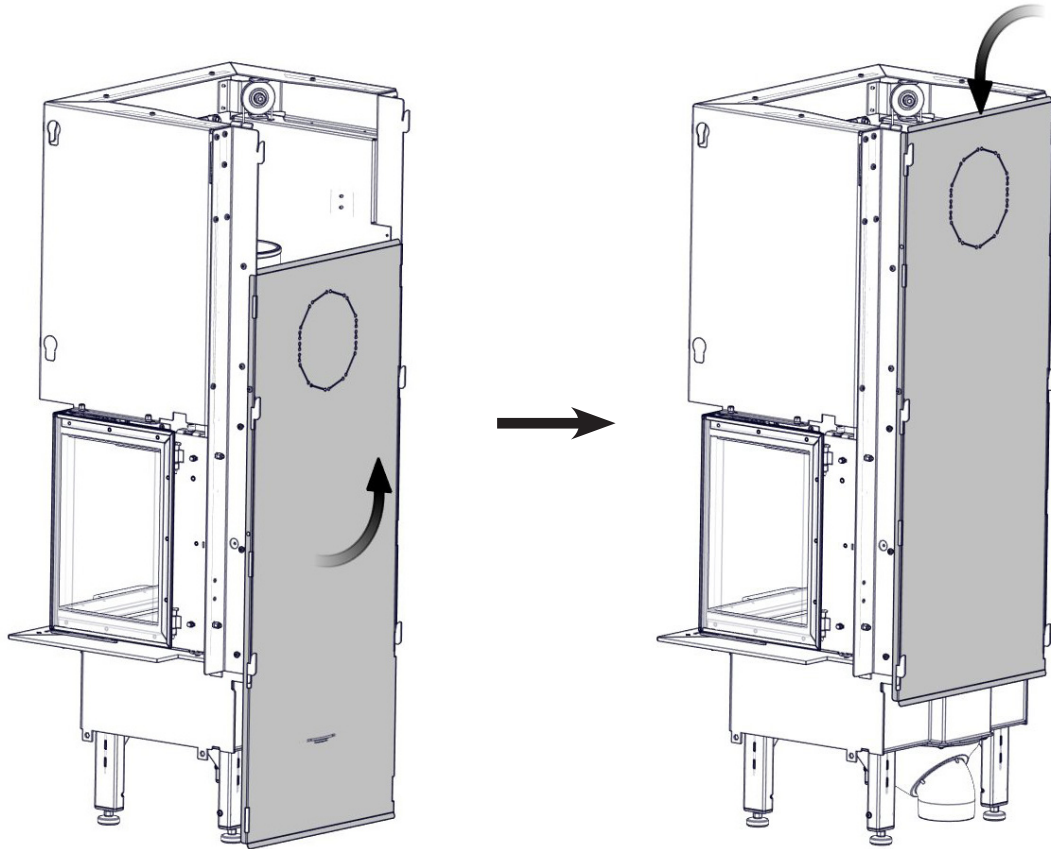

FIG 8 Capri Low\_Q-24UL
FIG 8 a
FIG 8 b
**FIG 8 c** Capri Low\_Q-24UL